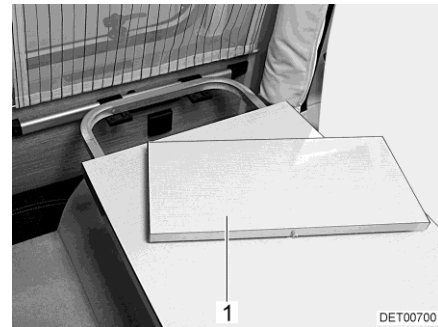

Bild 56 Tischplattenverlängerung
Die Ablagefläche des Hängetisches kann durch Einlegen einer Tischplattenverlängerung (Bild 56,1) vergrößert werden.
- Tischplattenverlängerung (Bild 56,1) in Tischverlängerung einlegen.
- Tischplattenverlängerung (Bild 56,1) abnehmen und sicher verstauen.